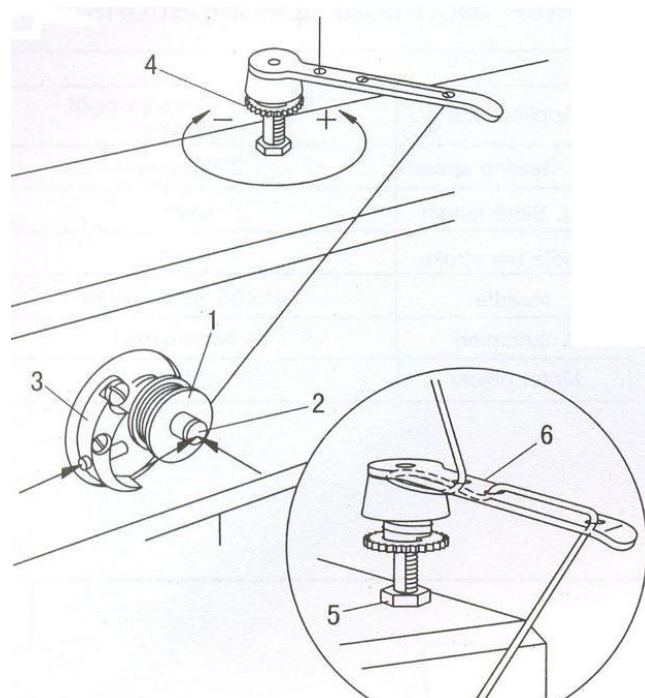

Рис. 3
5. Намотка нити на шпульку (Рис. 3)
2. Как показано на Рис. 3, вытяните нить и намотайте несколько раз на шпульку по часовой стрелке;
Уход за вращающимся челноком (Рис. 3)